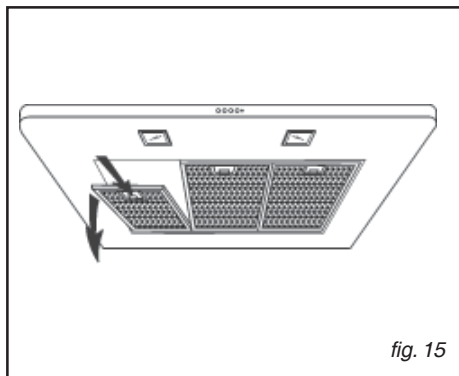

fig. 15
• Démontage des filtres à graisse (fig.15)
Retirer les filtres à graisse en poussant la fixation vers la partie postérieure de l'appareil et en les faisant pivoter vers l'extérieur (fig.15).
Retirer les filtres à graisse en poussant la fixation vers la partie postérieure de l'appareil et en les faisant pivoter vers l'extérieur (fig. 15).